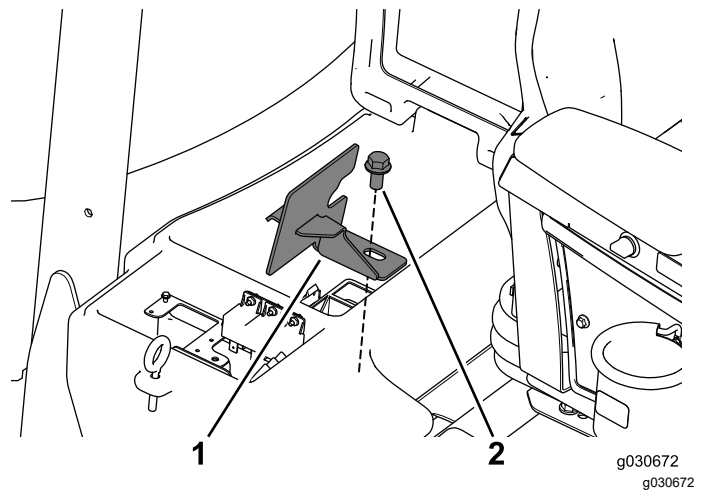

Figura 6
5. Rimuovete e conservate il bullone e la fascetta del vano batteria (Figura 6).